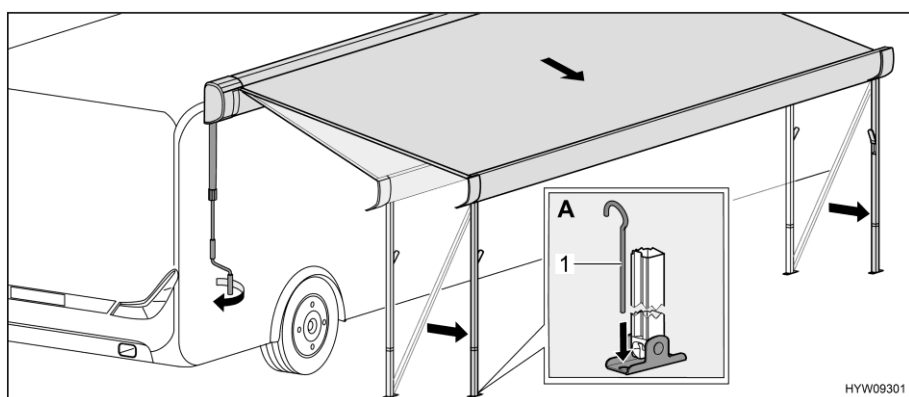

Bild 30 Placera markisen i ändläge
- Fäst stödfötterna med tälpinnar (Bild 30,1) på marken (Bild 30,A).